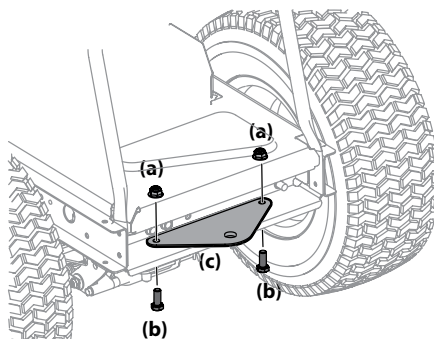

Figura 2-12
- Extraiga los pernos instalados en la fábrica (a) y las tuercas hexagonales (b) instaladas en la parte trasera del tractor cortacésped. Consulte la Figura 2-12.
- Ubique la placa de enganche (c), embalada con sus piezas sueltas, con el lado plano hacia arriba como se indica en la Figura 2-12. Sujete con los dos pernos (a) y las tuercas hexagonales (b) que se extrajeron en el paso 1.